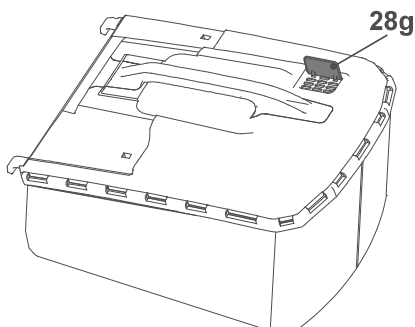

Fig. 15
1. Quando a escotilha (28g) está aberta, resta volume suficiente no recipiente de recolha de relva (Fig. 15).